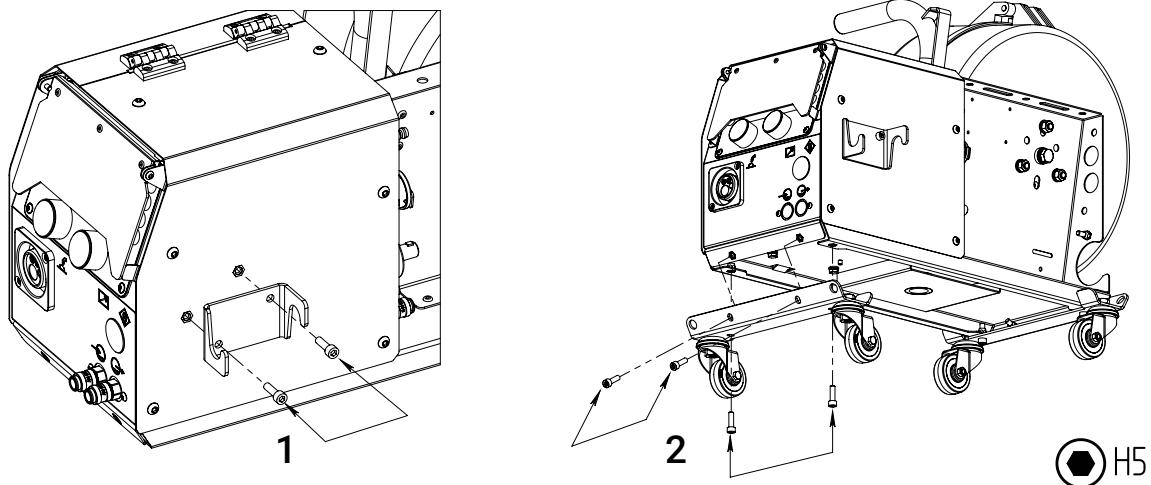

Рис. 9 – Монтаж элементов УПП-300П, УПП-300М, где: 1 – крюк крепления горлеки, 2 – колёсная опора.
- 1 Присоединить крюк крепления горелки (см. п. 1 на Рис. 9).